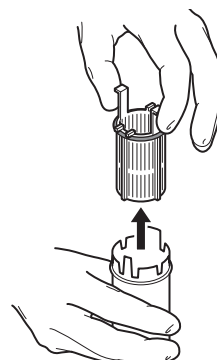

Figura 10 Extraiga el filtro del distribuidor
2. Extraiga el filtro del distribuidor para recoger la muestra (figura 10).